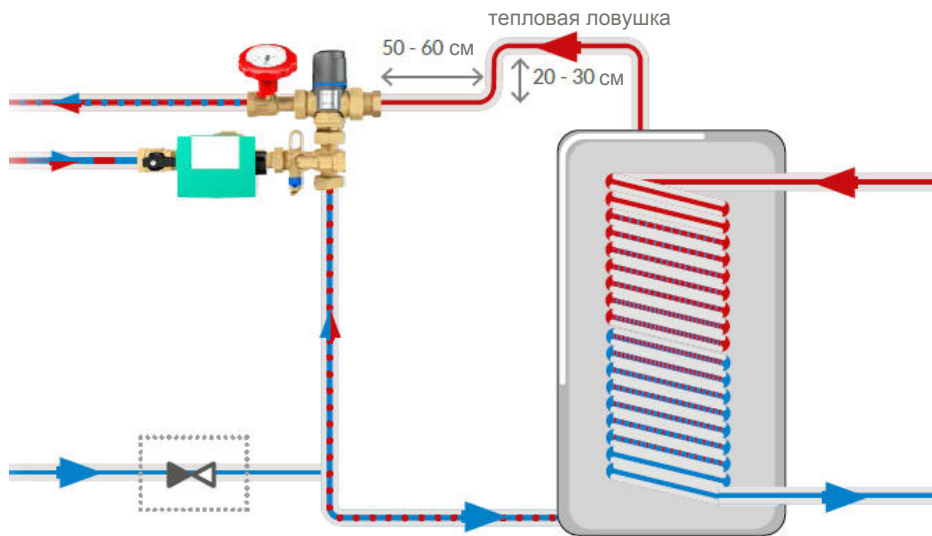
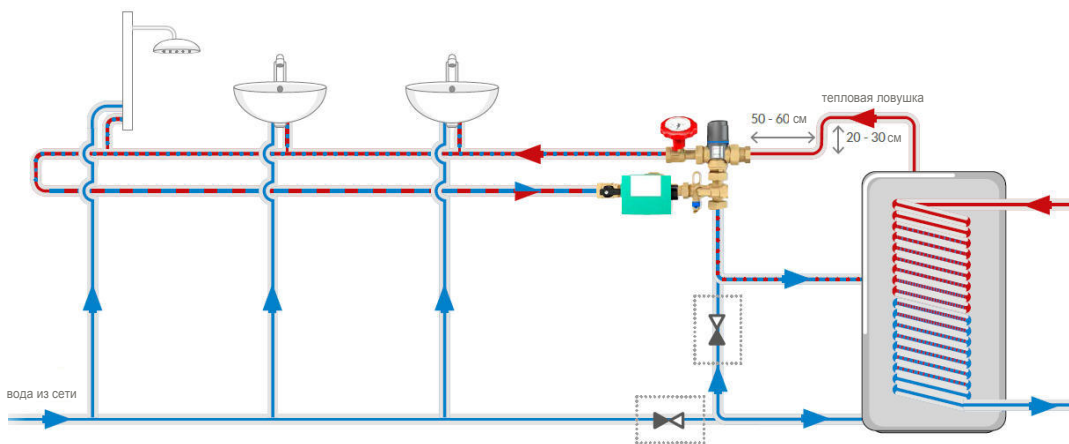

Рис.11: Подключение группы WZS 75 к водонагревателю
Рис.12: Подключение группы WZS 75 к водонагревателю, который оснащен специальным патрубком для подключения циркуляционного трубопровода
2. Установите отмеченные обратные клапаны, **которые не поставляются с WZS 75**, в подходящем месте (рис. 11, рис. 12).